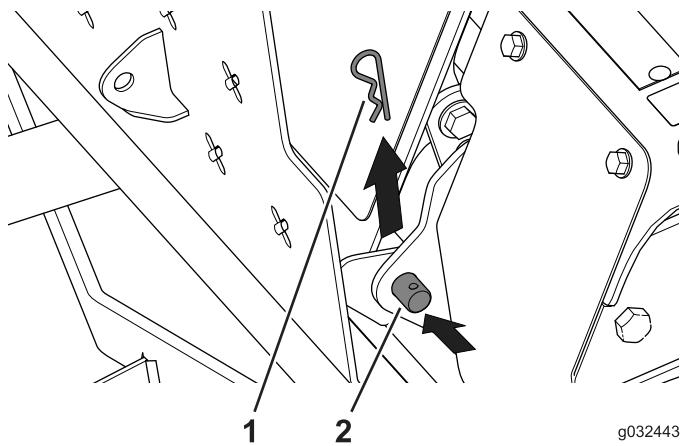

Figure 51
3. Retirez les 2 goupilles fendues des axes de pivot qui relient la plate-forme de l'utilisateur au support de pivot (Figure 51).
4. Avec l'aide d'une autre personne, retirez les axes de pivot et la plate-forme de l'utilisateur (Figure 51).